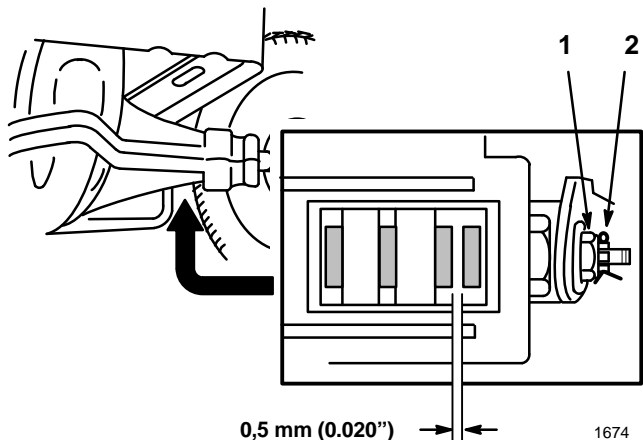

Figure 17
Le frein se trouve du côté droit de l'essieu arrière, à l'intérieur du pneu arrière (Fig. 17). Si le frein de stationnement n'agit pas suffisamment, un réglage est nécessaire.
3. Pour régler le frein, retirer la goupille et desserrer légèrement l'écrou de réglage du frein (Fig. 17).
4. Insérer précautionneusement un calibre d'épaisseur de 0,5 mm (0.020") entre les deux plaquettes de frein extérieures (Fig. 17).